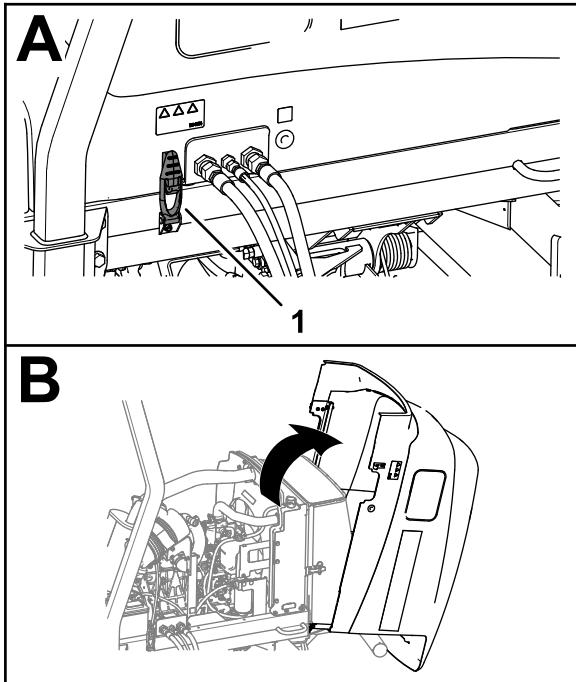

Bild 93
1. Öffnen Sie die beiden Motorhaubenriegel (Bild 93).